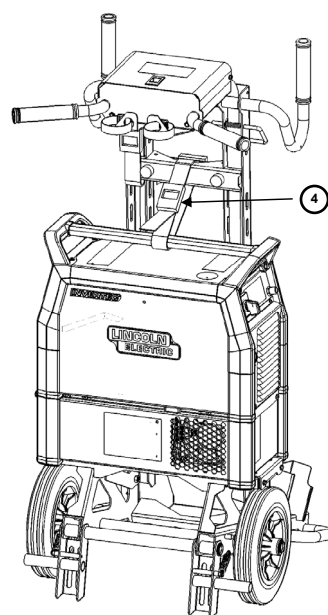

Рисунок 5
4. Используйте ремень вокруг ручки и тележки, чтобы завершить установку. (Рисунок 5)